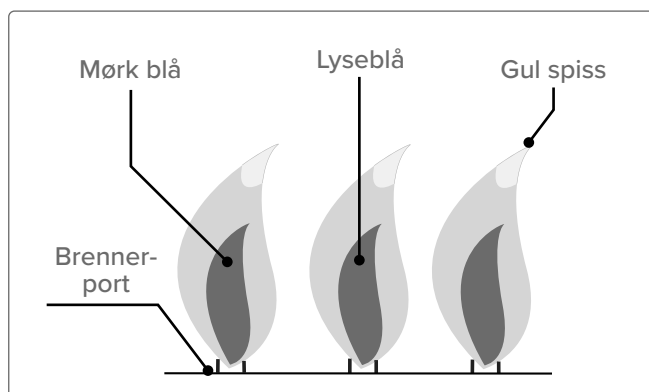

Fig. 26
- For lite luft vil føre til gule, sotete og slappe flammer (**se Fig 26**).